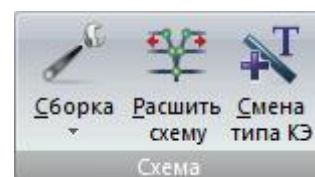

Рис.39. Панель **Схема**
- **Схема** (рис.39) – операции по расширенному редактированию схемы;
Панель **Схема** (рис.39) содержит следующие команды: